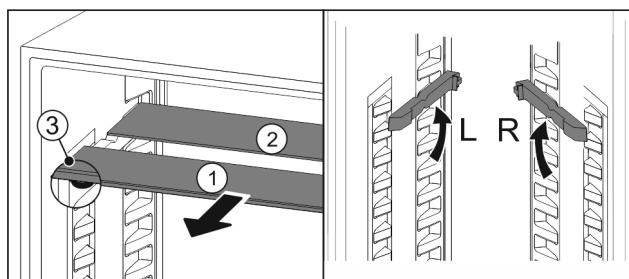

Fig. 17
- estrarre i ripiani di vetro singolarmente tirando in avanti Fig. 17 (1).
- ▷ Il piano in vetro Fig. 17 (1) con il motivo ornamentale è nella parte anteriore.
- ▷ I fermi Fig. 17 (3) sono rivolti verso il basso.